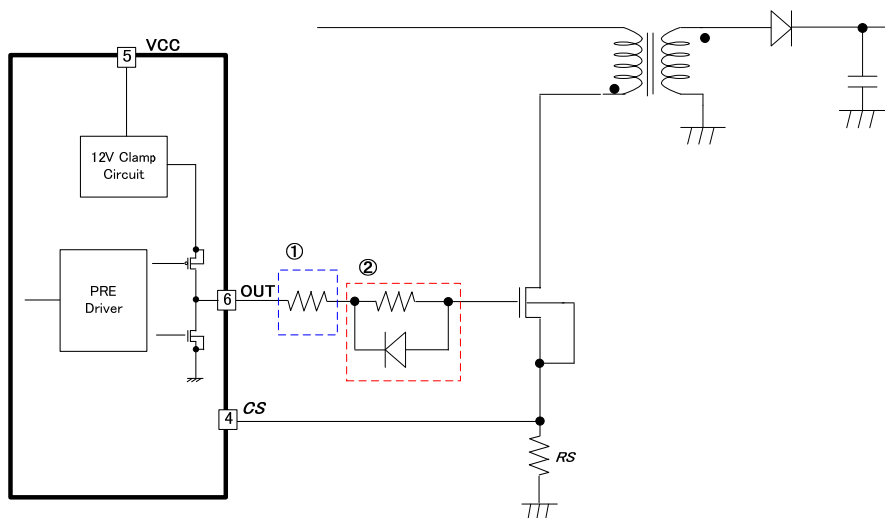

Figure 26. OUT 端子 (5pin) ドライバ回路
OUT のターン ON およびターン OFF 時に発生するスイッチングノイズにより、EMI に問題が発生する場合があります。その場合、MOSFET のターン ON 時間およびターン OFF 時間を遅らせる必要があります。ただし、ターン OFF 時間を遅らせるとスイッチング損失が増加します。Figure26 に OUT 端子の遅延回路を示します。Figure26 の①はターン ON とターン OFF の両方に効果があります。②はターン ON のみを遅らせて、ターン OFF を速めるものです。
(10) 基板レイアウトパターンの注意点